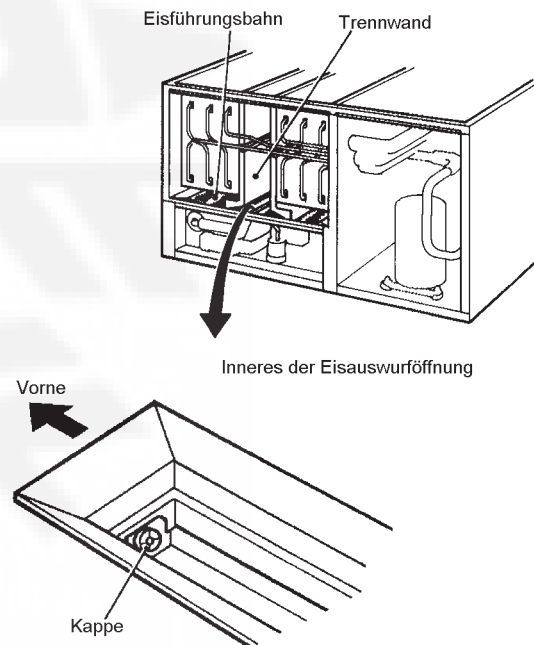

Abb. 7
- 8) Isolierplatte entfernen. Von der Eisauswurföffnung unten vorne die Kappe abnehmen. Wasserbehälter entleeren und losen Schmutz ausspülen. Siehe Abb. 7.
- 4) Sind alle Versandbänder, Verpackungsmaterial und Kartons von der Eismaschine abgenommen worden? Befinden sich die Würfelführungen an der richtigen Stelle? Sitzen alle Trennwand richtig in ihren Halteklammern? Siehe Abb. 7.